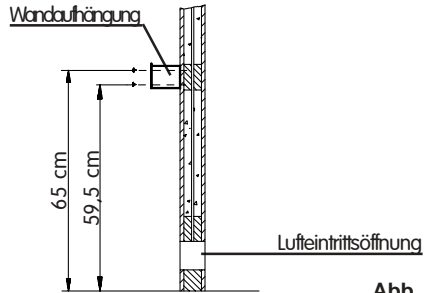

Abb. 3
1. Wandhalterung gemäß Abb. 3 + 4 mittig über der Lufteintrittsöffnung mit den beigegeführten Spanplattenschrauben an der Kabinenwand festschrauben.